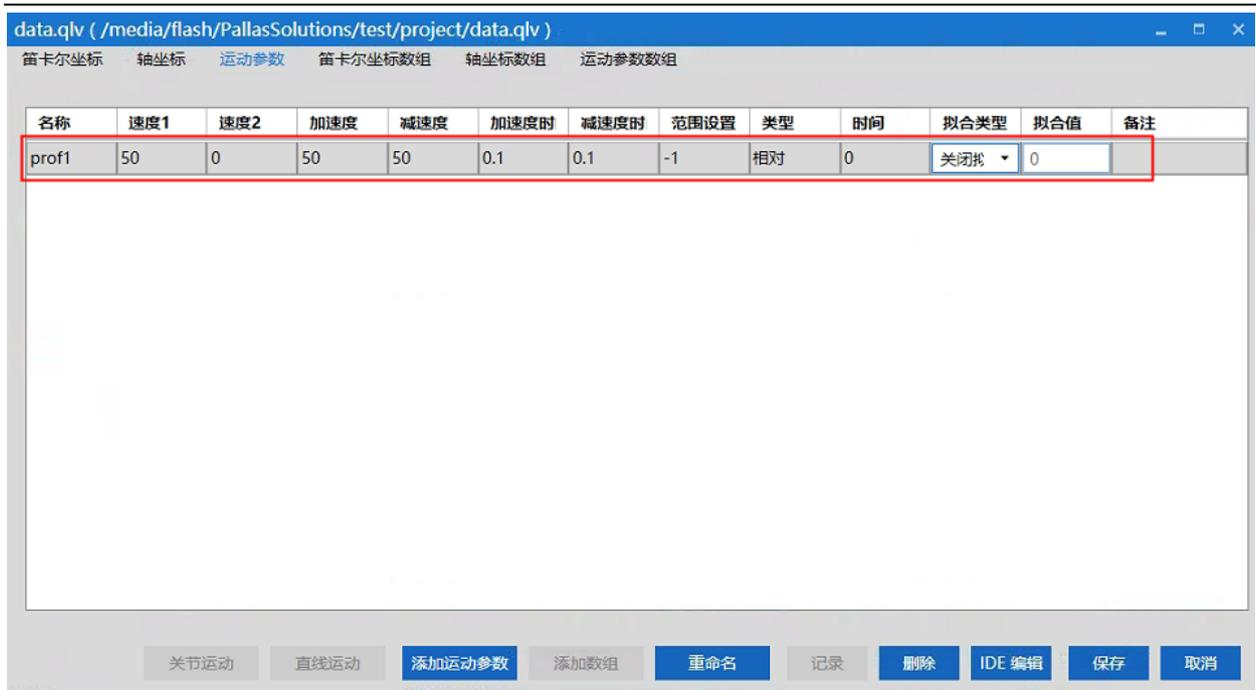

图 6-36 添加运动参数
**步骤3** 添加运动参数；在运动参数中点击“添加运动参数”，在界面中会出现默认的运动参数信息，运动参数名称为默认名称，可以点击重命名修改；如图 6-36 所示。